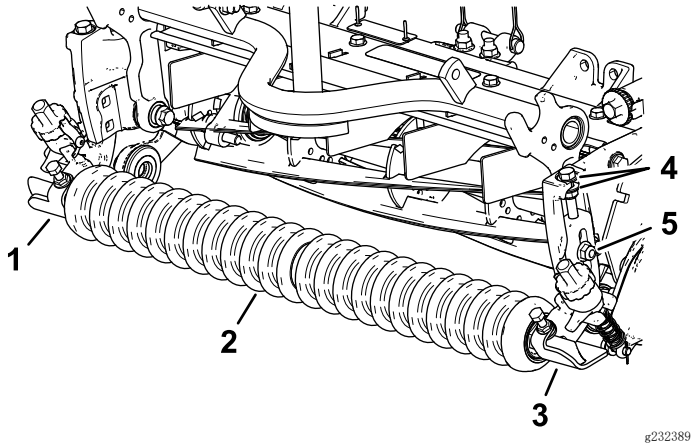

图9
1. 使用之前卸下的托架螺栓和锁紧螺母，将左、右剪草高度支架组件和前滚筒组件松松地安装到滚刀组侧板上（图9）。